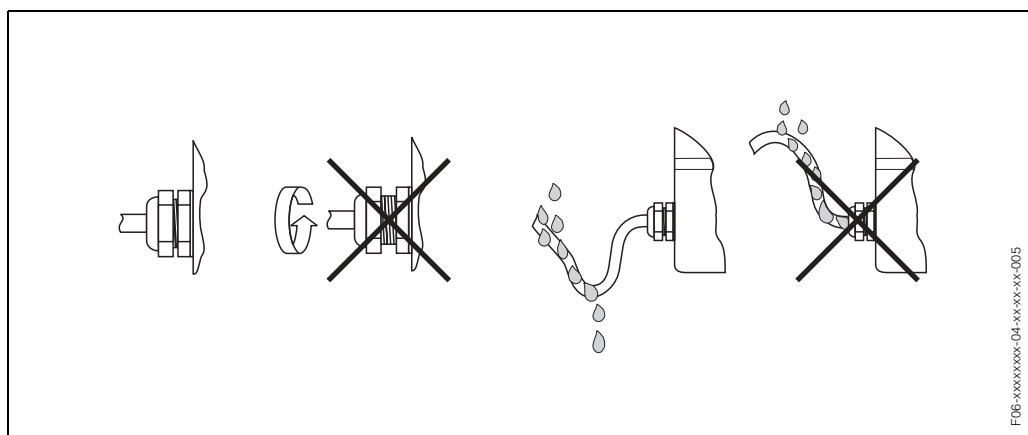

Fig. 19: Conseils de montage pour les entrées de câble
- Bien serrer l'entrée de câble (fig. 19).
- Le câble devant l'entrée de câble doit être posé en boucle ("siphon", fig. 19). L'humidité éventuelle ne pourra ainsi pas pénétrer via la traversée. En outre, implanter l'appareil de mesure de manière à ce que les entrées de câble ne soient pas orientées vers le haut.